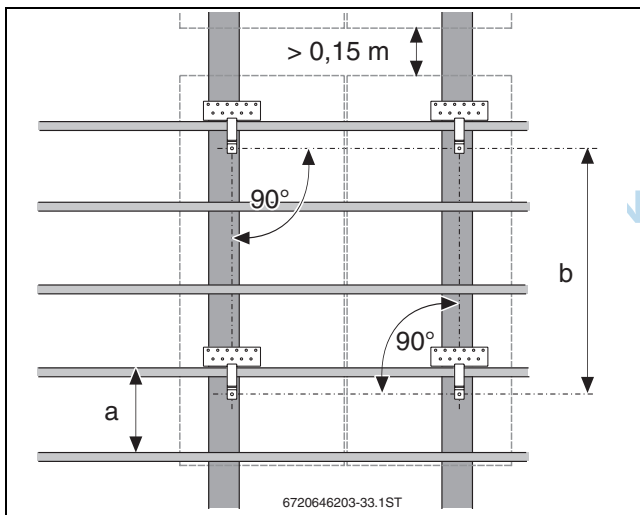

Bild 16 Einzuhaltende Abstände sowie Sparrenbreite
Um die Haltebügel montieren zu können, müssen Sie die Abstände der Haltebügel ermitteln. Hierzu Folgendes beachten (→ Bild 16):
- ▶ Den Abstand zwischen den Haltebügeln einhalten (→ Bild 16).
- ▶ Immer den größtmöglichen Abstand zwischen zwei vertikalen Haltebügeln wählen (→ Bild 16, Maß b).
- ▶ Haltebügel-Positionen festlegen (→ Bild 16 bis 20 und → Tabelle 10).